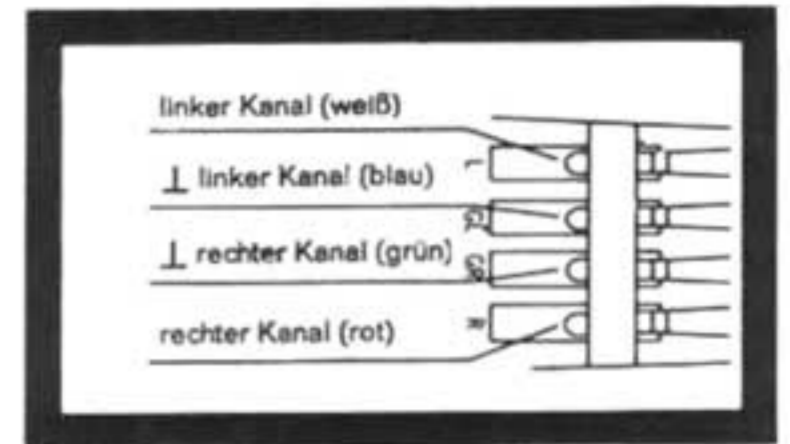

Fig. 15
4. Die Anschlüsse am Systemträger sind gekennzeichnet, die Anschlußlitzen sind farblich (Fig. 15). Verbinden Sie die Anschlußlitzen des Systemträgers mit den entsprechenden Anschlußstiften des Tonabnehmersystems.